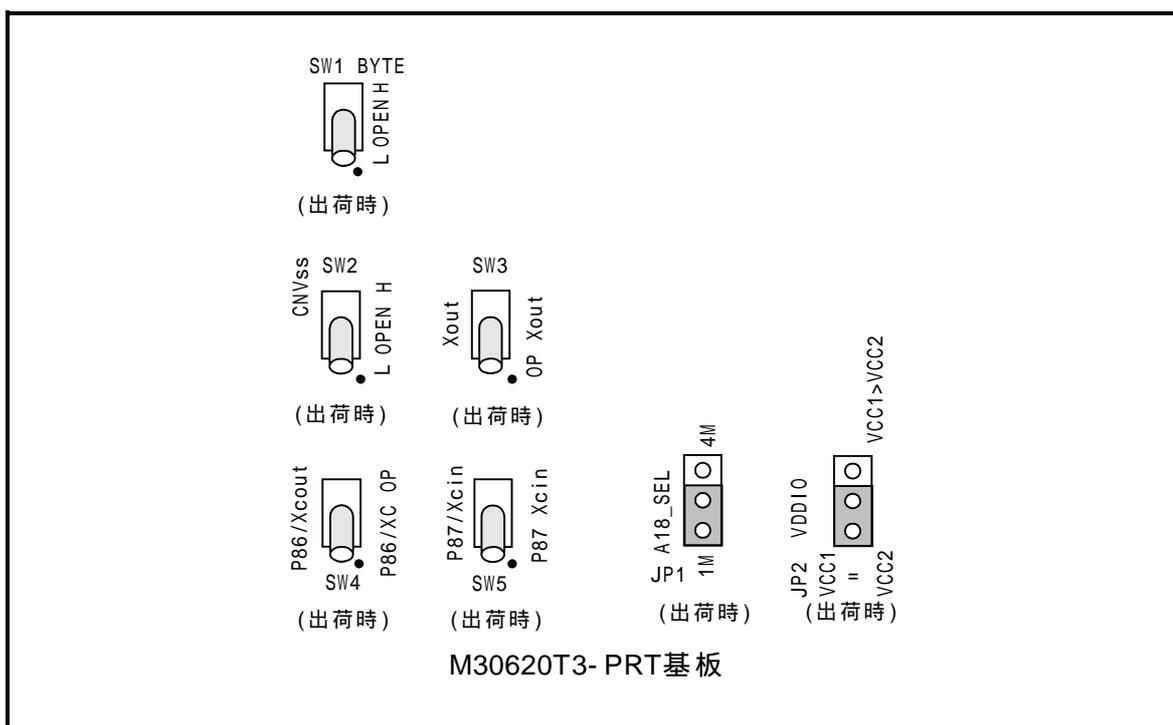

図 4.3 セルフチェック時のスイッチ設定 (=出荷時の設定)
- (1) エミュレーションポッド内のスイッチ設定を出荷時の設定(図 4.3)にしてください。
- (2) ターゲットシステムが接続されている場合は、ターゲットシステムを外してください。
- (3) 電源投入後、2秒以内に PC4701 フロントパネルのシステムリセットスイッチを押し、メンテナンス用の特殊モードに切り替えます。
- (4) “SAFE”のLEDが点滅開始するのを確認後、もう一度システムリセットスイッチを押ししてください。
- (5) セルフチェックを開始します。約 40 秒で正常終了表示されればセルフチェック終了です。
- 本製品内部のスイッチが出荷時の設定(図 4.3)になっているかご確認ください。